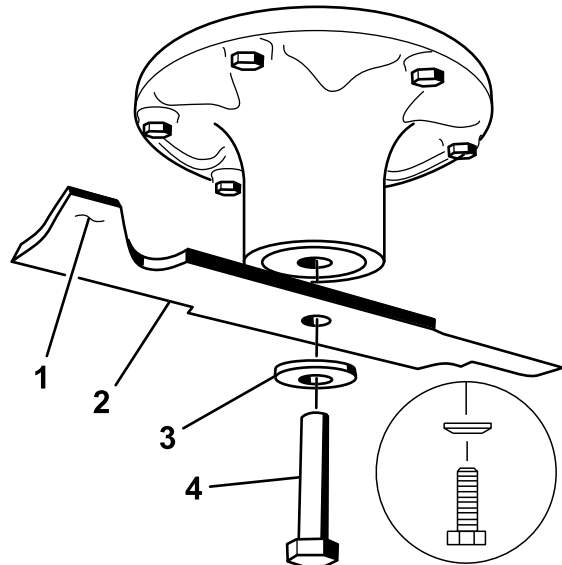

Bild 65
2. Entfernen Sie die Messerschraube, Wellenscheibe und das Messer von der Spindelwelle (Bild 65).
1. Setzen Sie das Messer auf die Spindelwelle (**Bild 65**).
2. Setzen Sie die Wellenscheibe (Kappenseite zum Messer) und die Messerschraube ein (**Bild 65**).